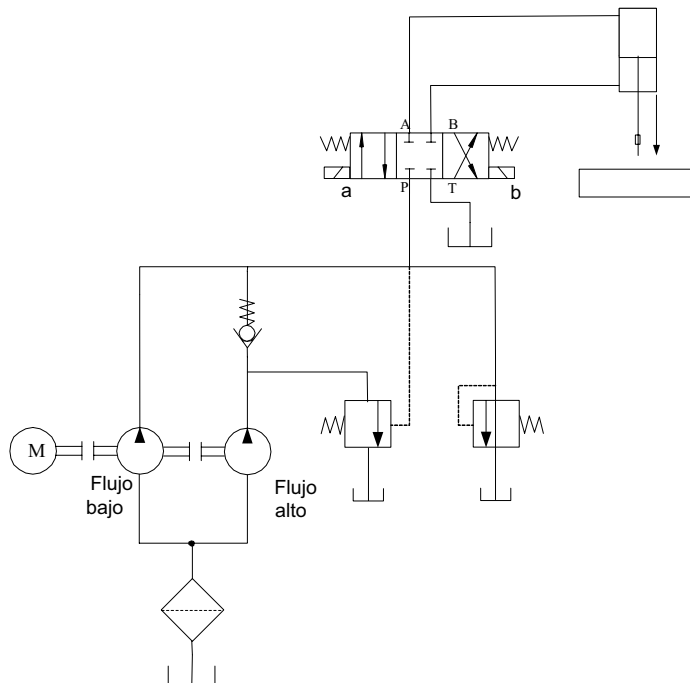

Figura 7.4 Sistema alta y baja
20. Analizar la prensa de la figura 7.4 y ubicar los componentes del sistema alta y baja.